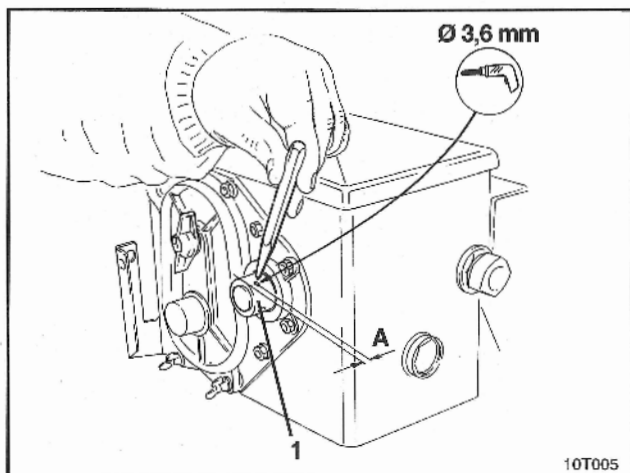

Fig. 9.2
☐ bores et hul ( $\varnothing$  3,6 mm) i hulakslen til gearkassen (fig. 9.2/1).
**Afstanden A** (se fig. 9.2) fra kant af hulakslen udgør 5mm. Husk at kørne inden der bores.